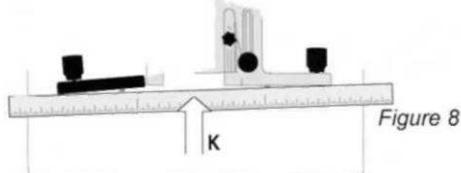
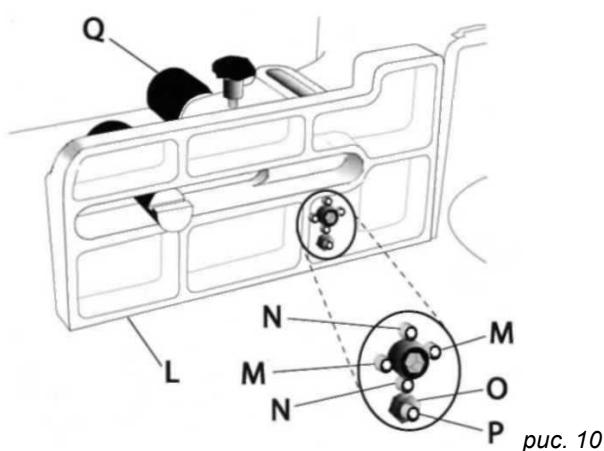

рис. 8
рис. 10
- Прижимайте поверочную линейку (К, рис. 8). Убедитесь, что обе половины упора выровнены, как показано в иллюстрации 9. Это достигается, поочередным изменением выхода двух регулировочных винтов (М., рис. 10) из передней части упора (L, рис. 10) 3-миллиметровым шестигранным ключом, периодически, придвигая левую часть упора, вращая ручку (Q, рис. 10) как требуется.
**Важно:** рекомендуется, чтобы регулирование винтов (М., рис. 10) за один оборот вращения не превышали 1/16 дюйма
- Поместите поверочный угольник на стол, придинув к упору (L, рис. 10).
9. Если регулирование требуется, крутить винты N (рис. 10).
5. Используя 10-миллиметровый гаечный ключ , ослабьте контргайку (O, рис. 10), который обеспечивает нулевое положение винта установки (P, Рис., 10) искривления (L, рис. 10).
6. Поверните в одну или в другую сторону винт (P, рис. 10), как требуется, чтобы выровнять направляющие, как показано в чертеже M.
7. Закрутите контргайку (O, рис. 10).